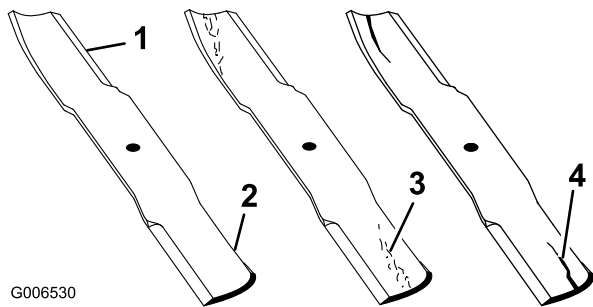

Figure 89
1. Examinez le tranchant des lames (Figure 89). Si les lames ne sont pas tranchantes ou si elles présentent des indentations, déposez-les et aiguisiez-les (voir Aiguisage des lames).
2. Inspectez les lames, surtout la partie relevée (Figure 89). Remplacez immédiatement toute lame endommagée, usée ou qui présente une entaille (Figure 89).